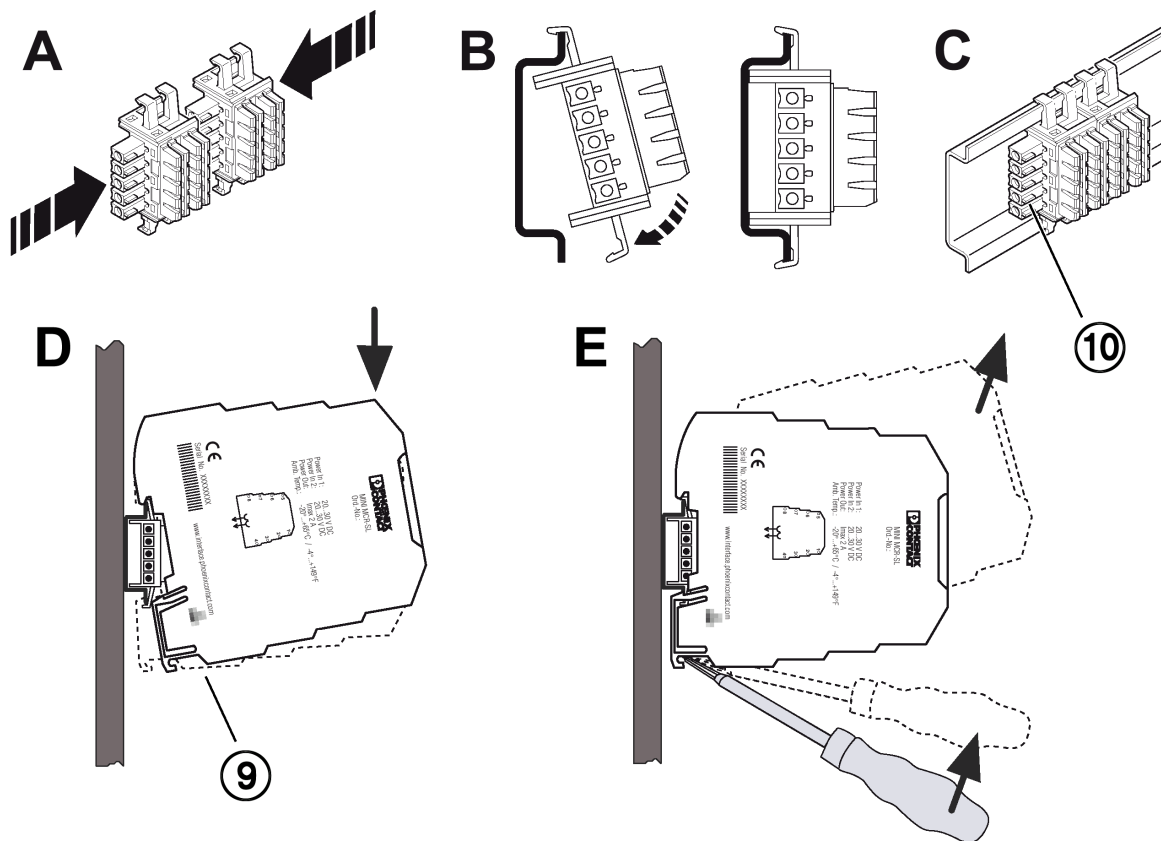

Fig. 5 Montage/démontage
**Pied encliquetable (Fig. 5, D 9) en bas**
and **élément enfichable (Fig. 5, C 10) à gauche** !
- Placer le connecteur sur rail d'abord sur le rail pour ponter l'alimentation (voir Fig. 5).